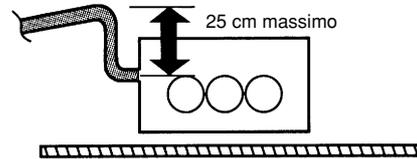

Fig. 3-40
- Qualora si rendesse necessario, immediatamente dopo l'attacco di drenaggio, è possibile risalire con la tubazione per un dislivello massimo di 25 cm. Non superare questo dislivello; risalite maggiori potrebbero provocare perdite d'acqua. (Fig. 3-40).